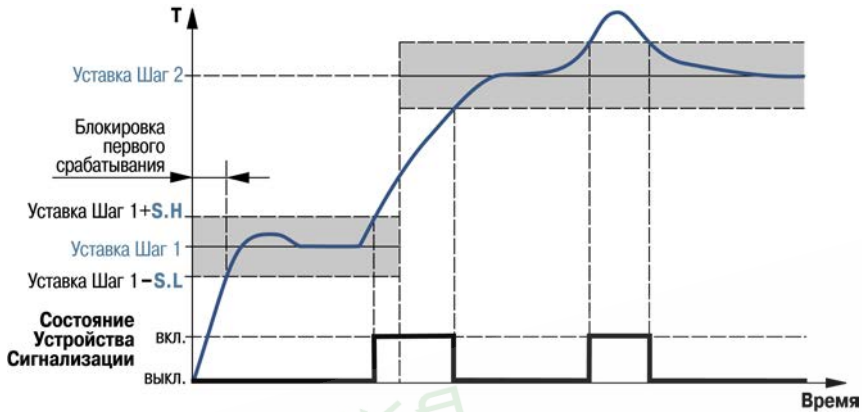

Рисунок 3.8 - Пример логики работы и блокировки срабатывания Устройства сигнализации при U-образной логике
2) при выходе регулируемой величины за заданные пределы – U-образная логика ($S_{IG.t} = S_{otn}$) (рис. 3.8);